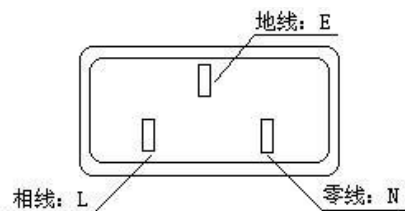

图 3.1.1.1
- (1) 电源电压  $220V \pm 10\%$  频率:  $50Hz \pm 5\%$  60 Hz
- (2) 工作条件: 温度:  $0^{\circ}C \sim 40^{\circ}C$ , 相对湿度:  $< 80\%RH$
- (3) 储存条件: 温度:  $-10^{\circ}C \sim 70^{\circ}C$ ; 相对湿度:  $< 70\%RH$
- (4) 功率: 小于 30 W。
- (5) 电源的相线 L, 零线 N, 地线 E 应与本仪器电源插头相同, 如图 3.1.1。同时地线 E 应可靠接地, 否则仪器表面可能会有漏电现象!
- (6) 仪器打开后, 需预热 20 分钟, 然后进行测量, 以保证测量精确度。
- (7) 电源插座不能与大功率电气设备共用一个插座, 以免干扰仪器工作或电冲击而损坏仪器。